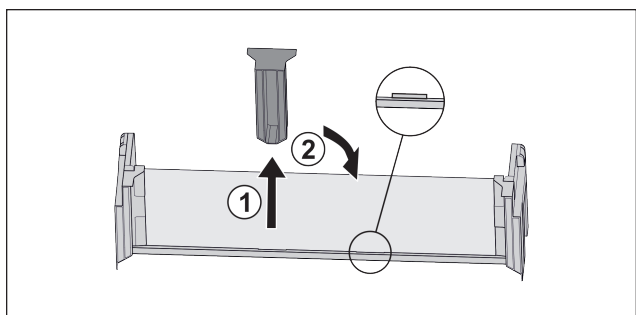

Fig. 18
- ▶ Снимите среднюю поддерживающую деталь Fig. 18 (1).
- ▶ Вставьте среднюю поддерживающую деталь во вторую позицию Fig. 18 (2).